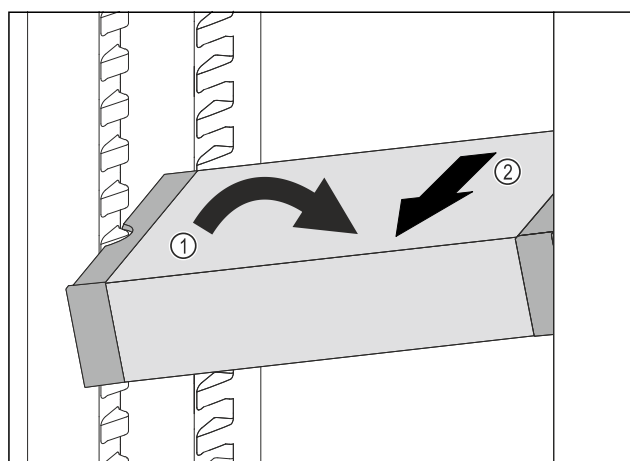

Fig. 143
- ▶ Plasser VarioSafe skrått i kjøleskapet. Fig. 143 (1)
- ▶ Ta ut VarioSafe ved å trekke den forover. Fig. 143 (2)